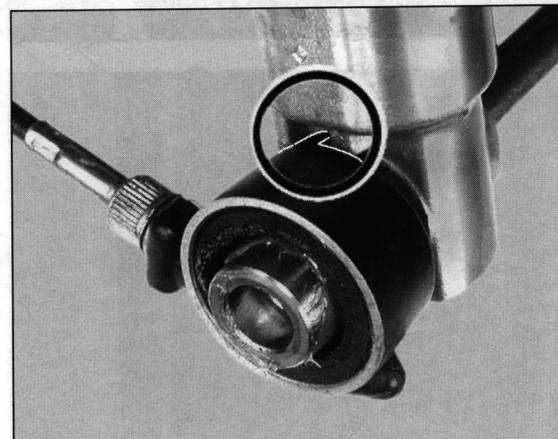

Bild 305
- Rad mit Distanzhülse und Tachoschnecke rechts zwischen Gabelbeine einsetzen. Tachoschnecke an Gabelanschlag ausrichten (Bild 305) und Achse von rechts einschieben.